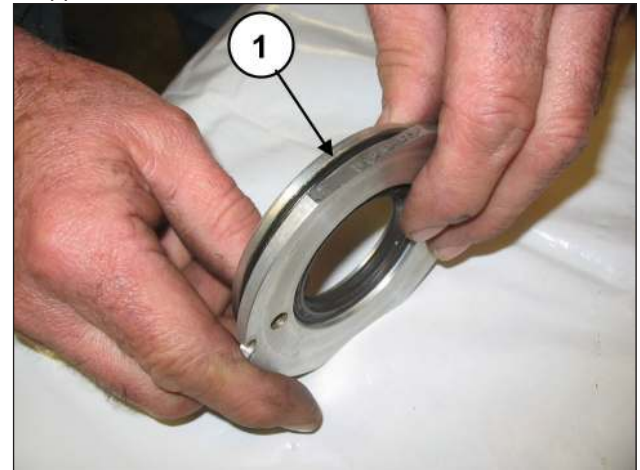
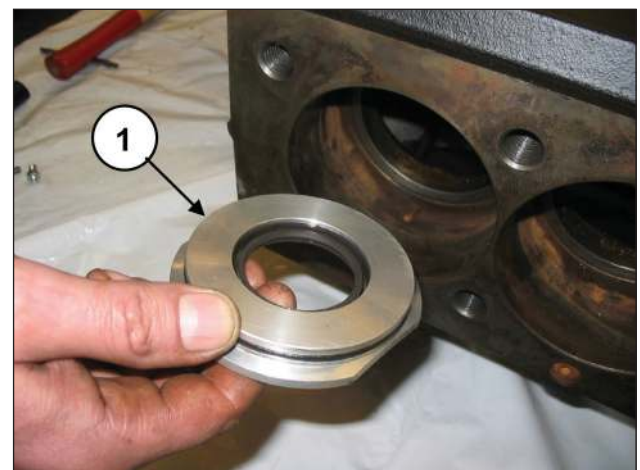

Abb. 175
Abb. 176
Setzen Sie den O-Ring (Pos. ①, Abb. 175) in die Aufnahme des Ölabstreifring-Deckels ein und bauen Sie die montierte Gruppe in den Gehäusesitz ein (Pos. ①, Abb. 176).